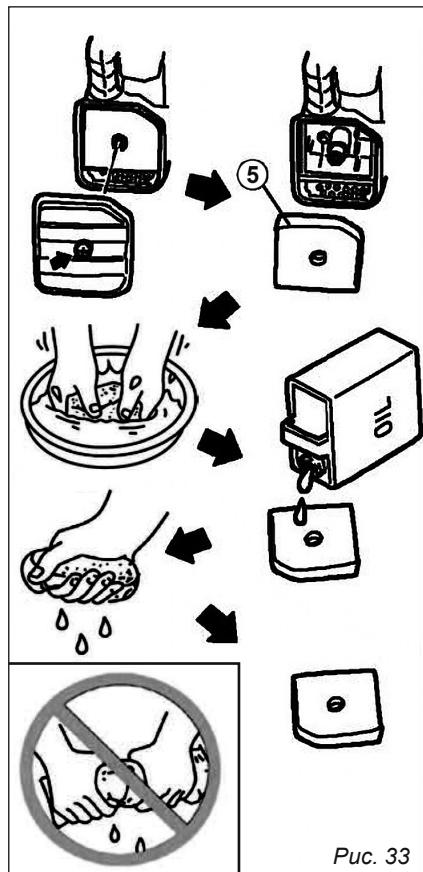

Рис. 33
При обнаружении любых дефектов фильтрующий элемент **⑤** заменить новым оригинальным, рис. 33.